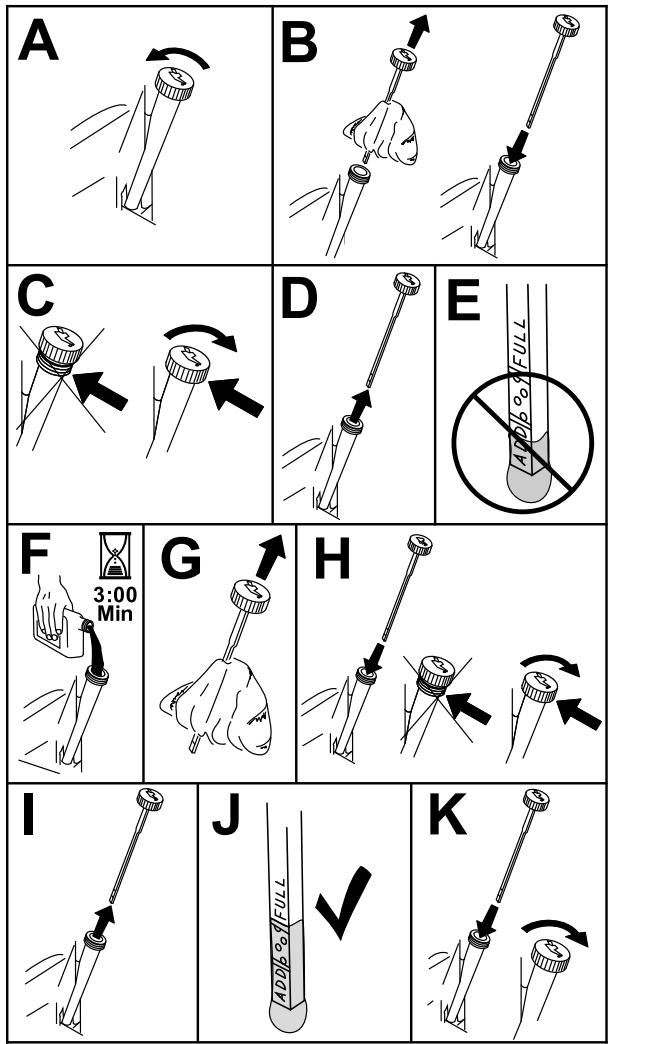

Figure 47
3. Pour éviter de faire tomber de l'herbe, de la poussière, etc., dans le moteur, nettoyez la surface autour du bouchon de remplissage-jauge d'huile, avant de l'enlever (Figure 47).